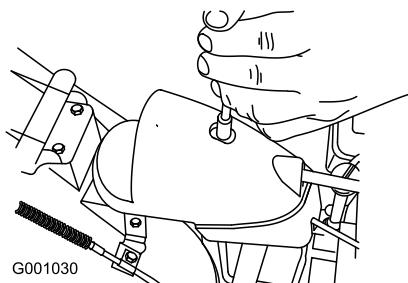

Figure 59
1. Retirez la fixation du couvercle du secteur denté (Figure 59), soulevez l'avant du couvercle et faites-le coulisser en arrière de façon à l'écartez.